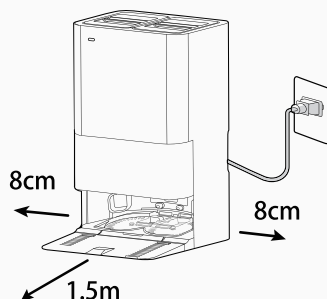

Abbildung 3
3. Stellen Sie die Wandhalterung auf einer nicht-reflektierenden Bodenoberfläche möglichst unmittelbar an einer Wand auf. Wenn die Bodenoberfläche zu reflektierend ist, stört dies das Navigationssystem des Saugroboters und es kann schwierig für ihn sein, dass er die Wandhalterung findet. Stellen Sie sicher, dass auf beiden Seiten mindestens 8 cm Platz und vor dem Gerät mindestens 1,5 m Freiraum vorhanden sind [Abbildung 3]